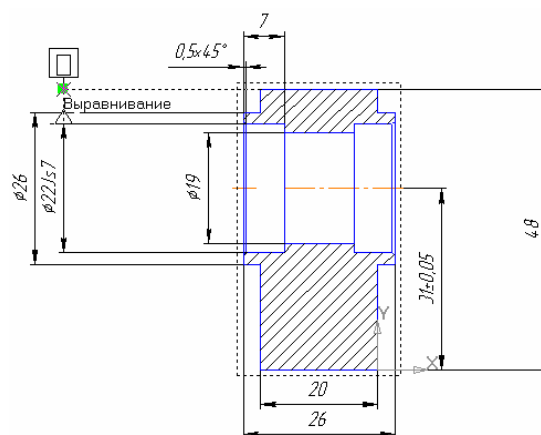

Рисунок 9.15 – Створення на кресленні бази
1. Задайте базу і задайте торцеві та радіальні биття на отвори під підшипники. Для цього на Інструментальній панелі **Позначення** , виберіть команду **База** . Вкажіть виносну лінію діаметра отвору під підшипник, задайте послідовне положення виносної лінії, потім положення самого позначення (рис. 9.15).